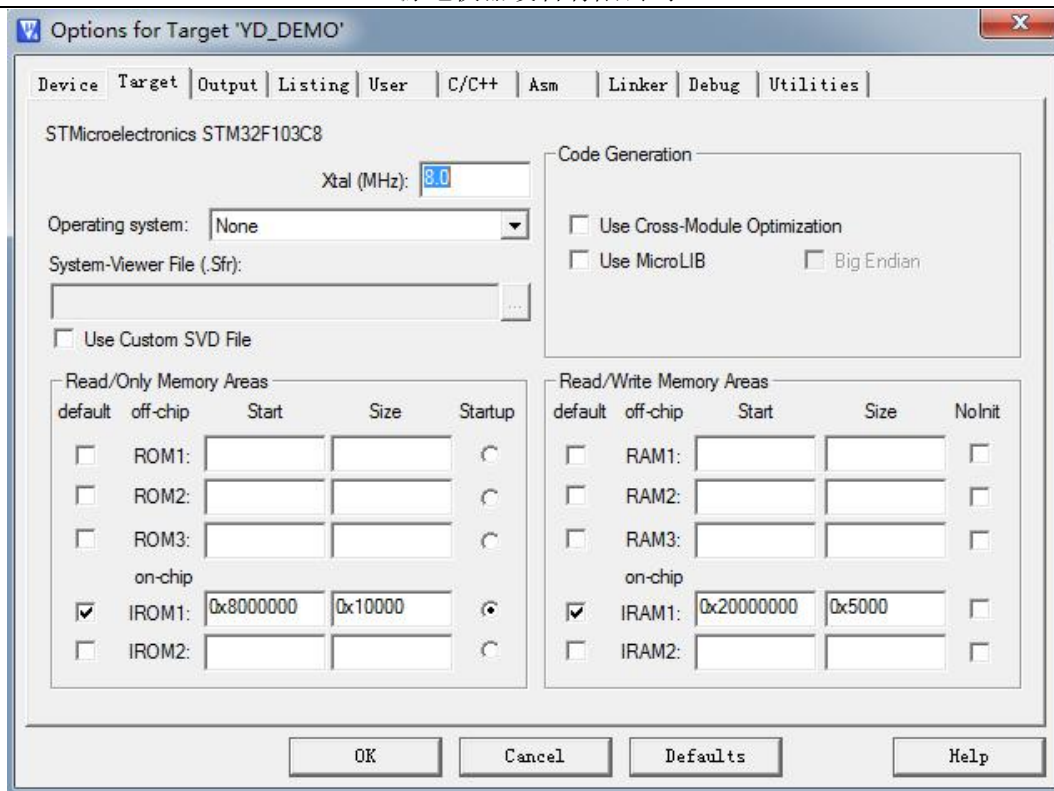

图 41
5.3.3、打开 MDK 并进行参数设置：单击菜单栏“Project”选项卡中的“Option for Target ‘XXX’”，或使用快捷键 Alt+F7，单击工具栏中的“魔术手”的图标，如图 41